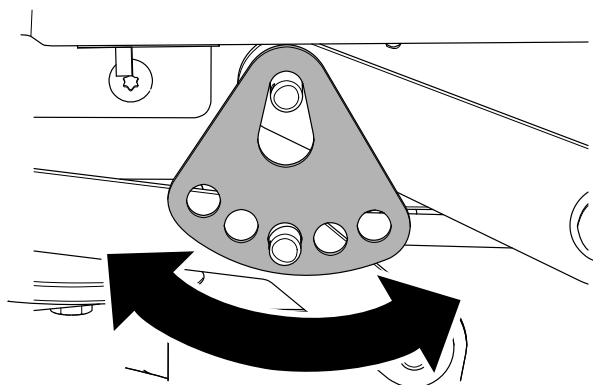

Figuur 69
6. Verwijder de R-pen en de ring van de onderste pen van de hefarm (Figuur 69).